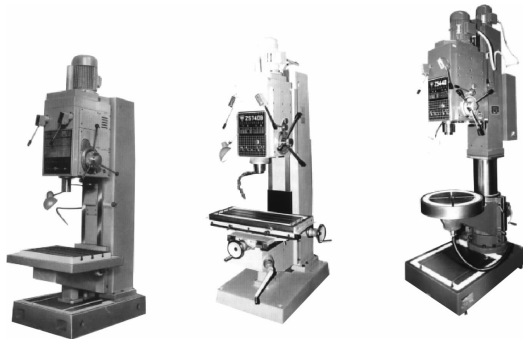

图 1-6 立式钻床
②立式钻床。立式钻床(见图 1-6)最大钻孔直径有 25 mm、35 mm、40 mm 和 50 mm 等几种,一般用来加工中型工件。